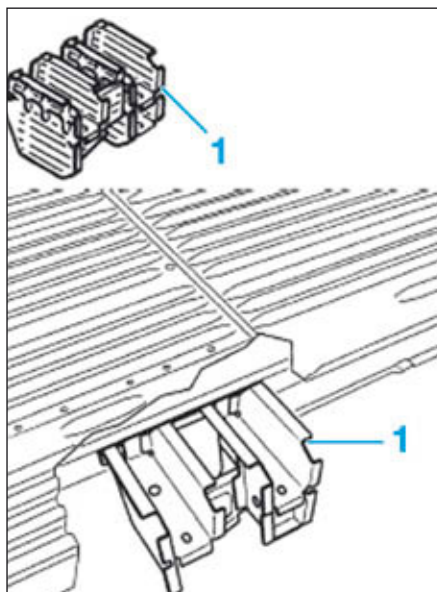

FIG.29
- Dépointer les points de soudure électrique du boîtier avant de fixation de train arrière (1) (Fig.29).
- Ajuster et positionner le boîtier avant de fixation de train arrière (1) (Fig.29).
- Contrôler l'ajustage du boîtier avant de fixation de train arrière (1) et le maintenir en position.